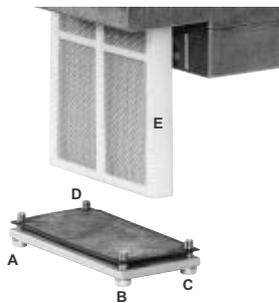

Fig. 40
- 2 Rimuovere le viti A ÷ D (Fig. 40).
- 3 Sostituire la cartuccia del filtro E (Fig. 40).